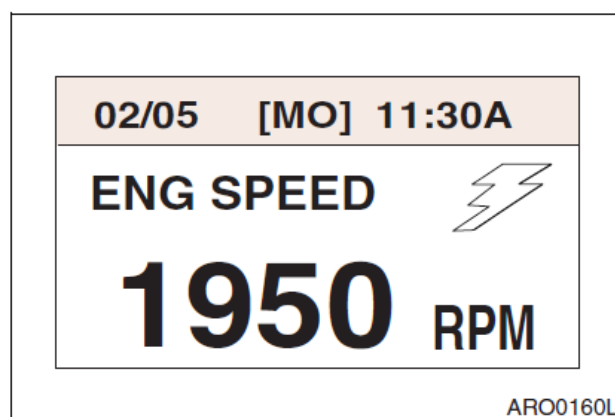

Рис. 56
**ПРИМЕЧАНИЕ:** См. рис. 56 - 59.